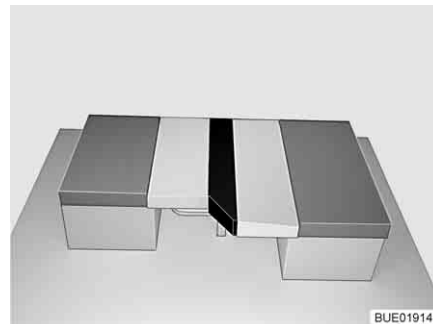

Fig. 99 Après la transformation
- Placer le coussin supplémentaire comme représenté entre le coussin de dossier et celui d'assise (voir Fig. 99).